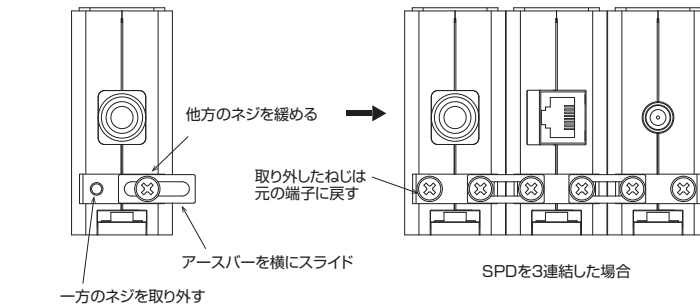

図12 製品背面の接地端子の連結方法
- 本製品を複数使用する場合、製品背面の接地端子 (M4ねじ、2極) を連結する必要があります (図12参照)。一方のねじを取り外し、他方のねじを緩めて、アースバーを横にスライドさせ、他のSPDの接地端子と連結してください。尚、将来の拡張などを考慮し、取り外したねじは元の端子に戻して、締め付けてください。余ったアースバーは必要な場合、保管してください。